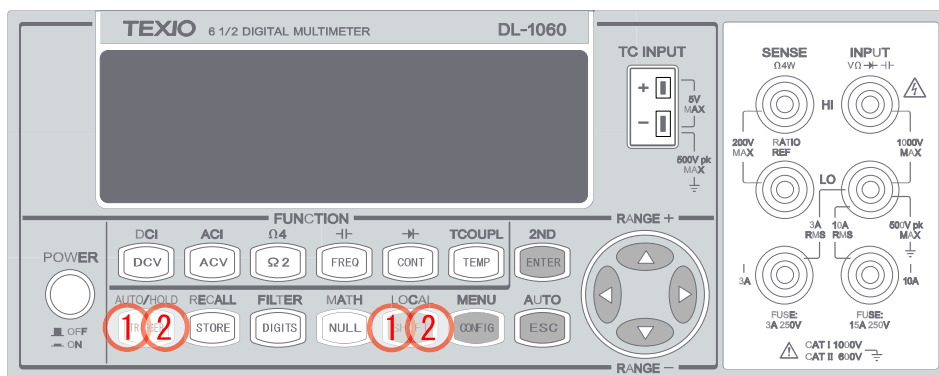

図 3-34
- ① HOLD (SHIFT+TRIGGER) ボタンを押します。ホールド機能が起動するとディスプレイに“HOLD” が点灯します。
- ② ホールド機能を終了する時は再び HOLD (SHIFT+TRIGGER) ボタンを押します。
- 使用するボタンを図 3-34 に示します。